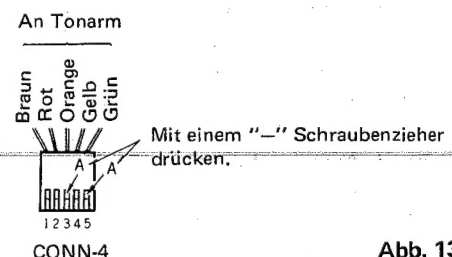
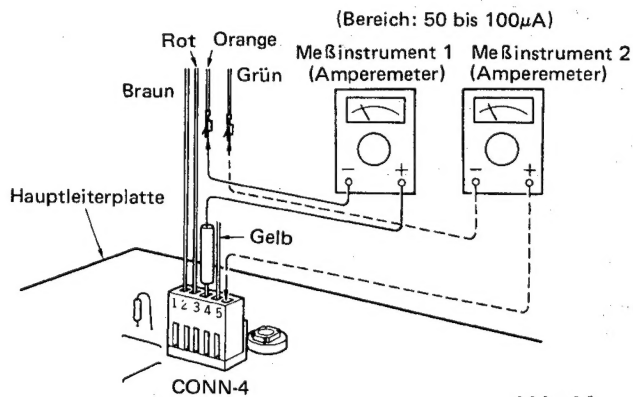

Abb. 13
Abb. 14
- 2) Abb. 13 gibt eine detaillierte Darstellung von CONN-4. Drücken Sie mit einem "-" Schraubenzieher die Stifte 3 und 5 (an den Stellen A in Abb. 14), und ziehen Sie die Anschlußdrähte heraus.